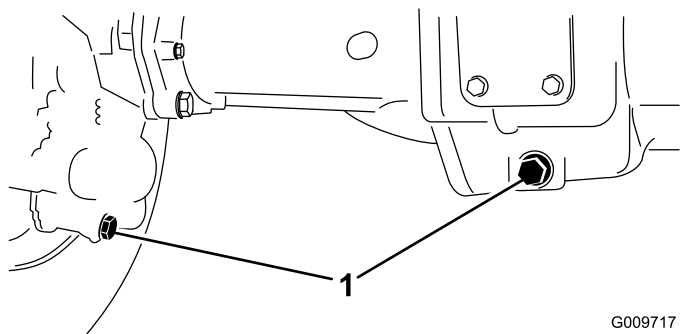

図 107
2. ドレンプラグそれぞれの端部に1本ずつ、中央に1本全部で3本の周囲をきれいにする 図 107。